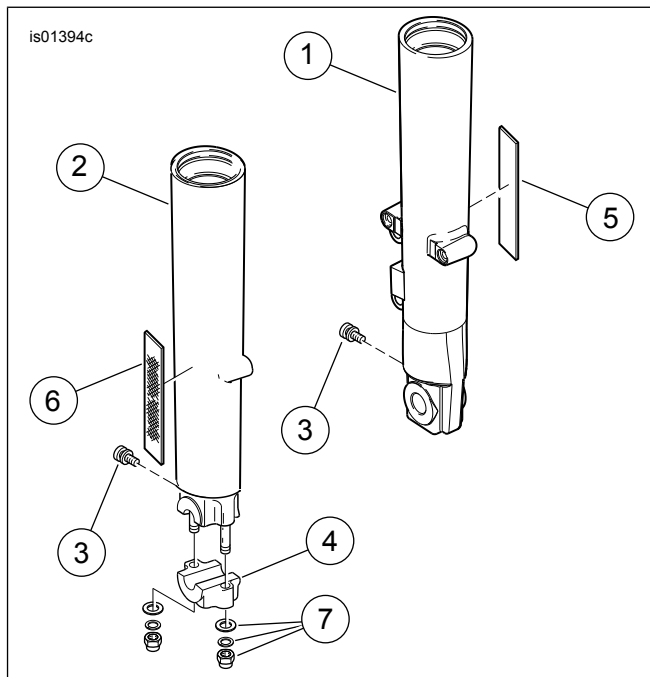
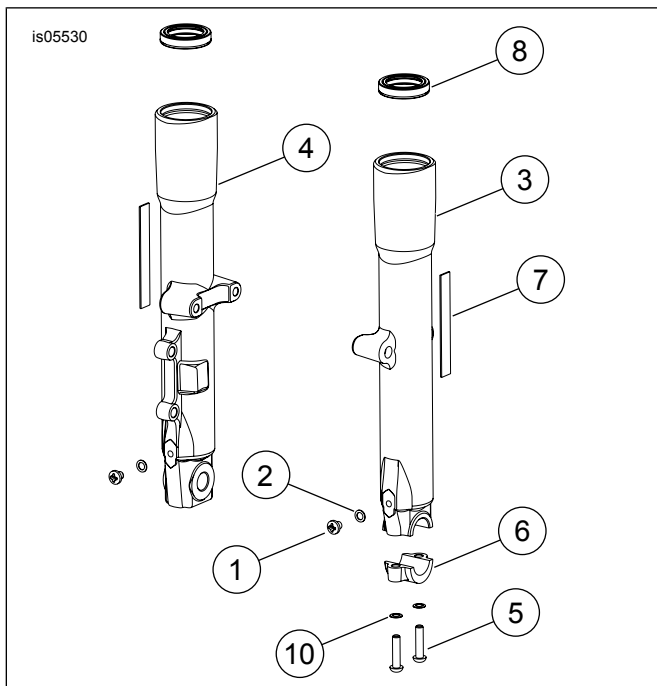

Figura 2. Parti di ricambio: foderi cromati della forcella - modelli precedenti
Figura 3. Parti di ricambio: kit fodero cromato – modelli successivi
Vedere Figura 2, Tabella 1, Figura 3 e Tabella 2.
5. Per i modelli 2000 ed anni successivi ad ECCEZIONE dei modelli Touring: vedere Figura 1. Usando un pezzo di filo interdentale (o materiale simile) con un movimento avanti e indietro, allentare il catarifrangente dal foderò della forcella su entrambe le estremità. Ruotare il catarifrangente da un lato all'altro fino a quando non sia possibile toglierlo. Conservare il catarifrangente per l'uso futuro. Vedere Figura 2. Ripetere il procedimento sul lato opposto del foderò della forcella. Staccare il rivestimento dell'adesivo in eccesso da entrambi i catarifrangenti. La superficie deve essere pulita per l'installazione.
- Modelli precedenti con forcelle da 39 mm (vedere Figura 2): serrare ad una coppia di 1,5-1,9 N·m (13-17 in-lb).
- Modelli precedenti con forcelle da 41 mm (vedere Figura 2): serrare ad una coppia di 5,8-8,8 N·m (52-78 in-lb).
- Modelli successivi (vedere Figura 3): serrare ad una coppia di 5,8-8,8 N·m (52-78 in-lb).